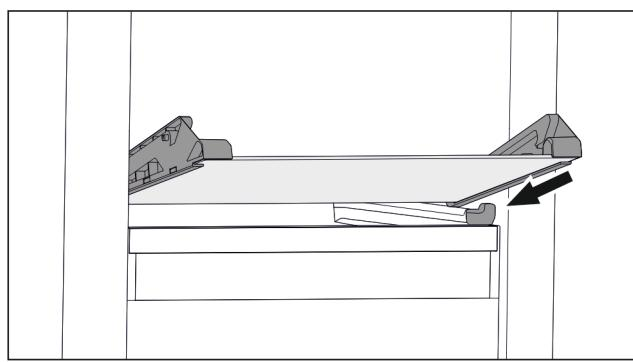

Fig. 64 Skleněná deska odklápací zásuvky
- ▶ Nasadte skleněnou desku šikmo za zárážky. (viz Fig. 64)